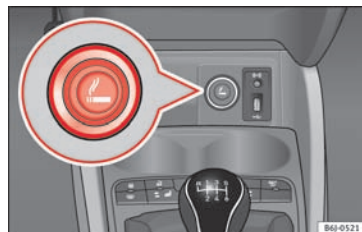

Fig. 153 Lighter
- Tryk lighteren »» **Fig. 153** ind for at bruge den »» **⚠**.